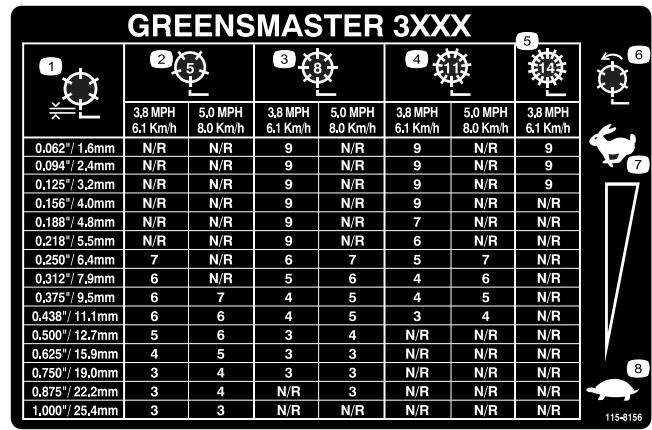

图 28
3. 使用 5、8、11 或 14 刀片滚刀组的相应图片参见图 28 确定适当的滚刀速度设置。